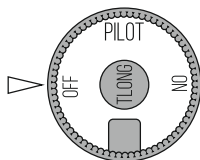

Рис. 23 Горелка
- 1 В исходном (выключенном) положении ручка управления находится в положении «OFF» (см. рис. 23). Запальная и основная горелки погашены, подача газа к ним заблокирована.